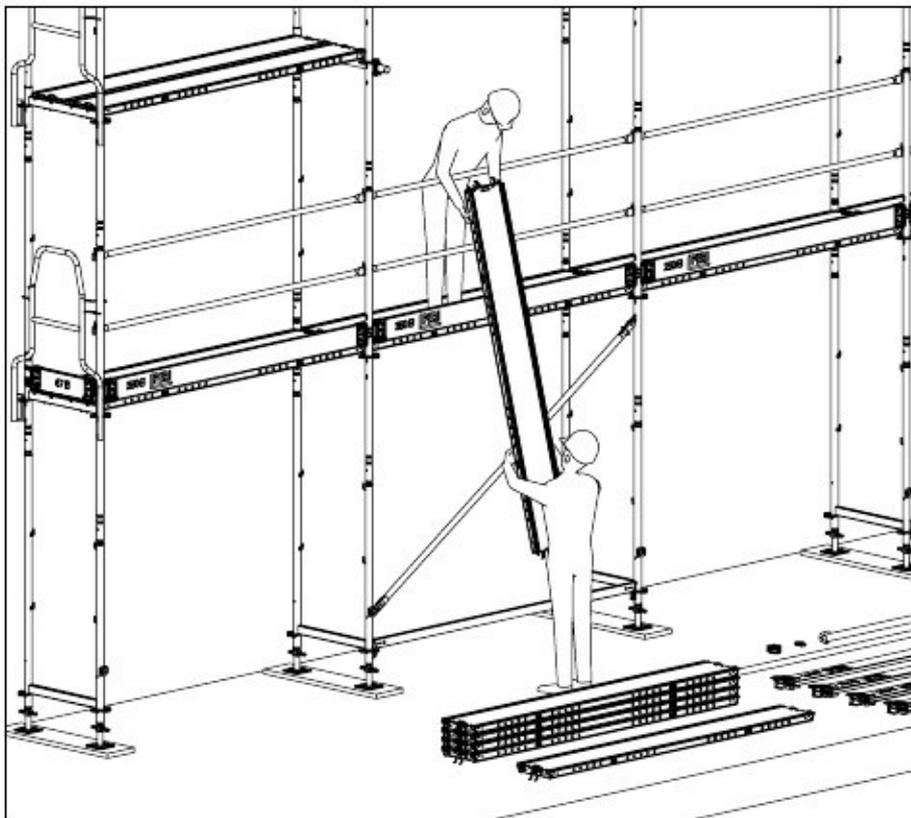

Fig. E.01
- За да облекчите работните операции, инсталирайте парпети на основното ниво. Впоследствие те могат да бъдат премахнати. (Fig. E.01)